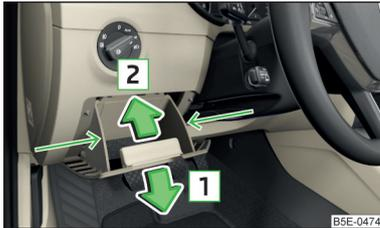

Abb. 219
- Das Ablagefach seitlich im Bereich der Pfeile fassen » Abb. 219.